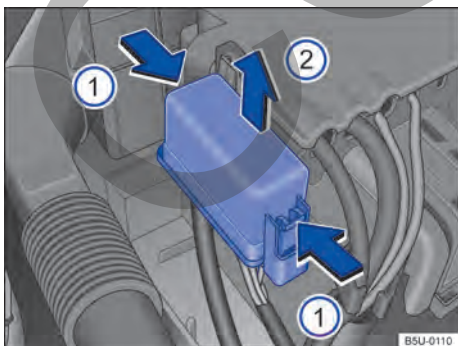

Fig. 164 En el compartimiento del motor: cobertura de la caja de fusibles.
- Presionar las trabas en el sentido de la flecha → fig. 164 ①, para desbloquear la cubierta de la caja de fusibles.
- Remover la cobertura por arriba, en el sentido de la flecha ②.
- Para el **montaje**, colocar la cubierta sobre la caja de fusibles. Presionar la cobertura hacia abajo, en el sentido contrario de la flecha ②, hasta que trabe de forma audible.